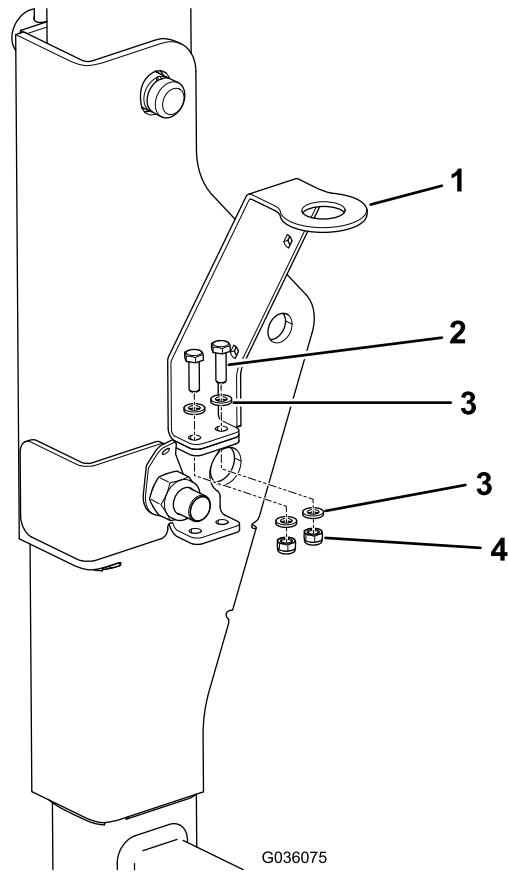

Figura 3
5. Alinee los taladros pequeños en el soporte de la baliza con los taladros superiores en el soporte del ROPS (Figura 3) y fije los soportes con los 2 pernos pequeños, 4 arandelas pequeñas y 2 contratuercaas pequeñas.